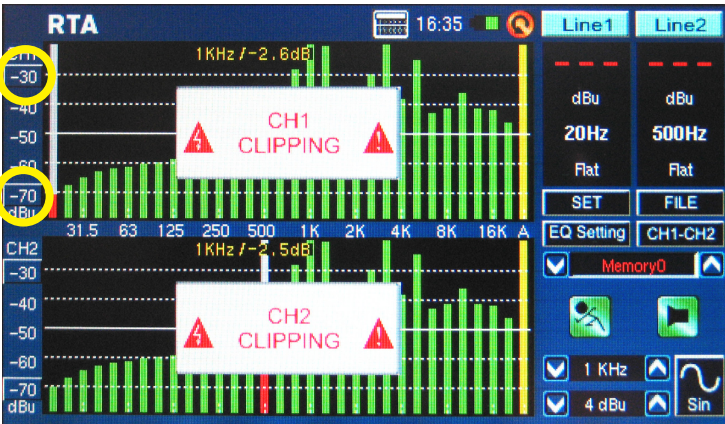

图 9
- RTA模式小妙招：如果您发现多达一个或一个以上的声道持续出现峰值，请注意屏幕左侧的“dBs”或“dBu”测量值(图9和10)。点击最上方的值(位于小方框中间)将向上滚动窗口，显示较高的读数——无峰值出现。